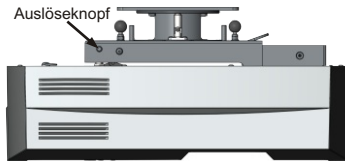
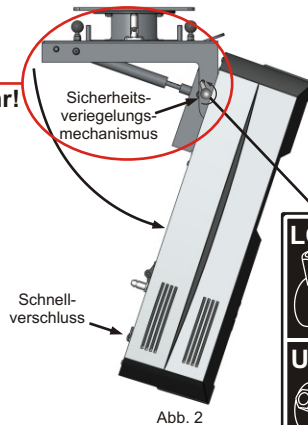

Abb. 1
Abb. 2
2. Den Auslöseknopf drücken und das Gerät nach unten klappen. (siehe Abb. 1 und Abb. 2)
3. Den Schnellverschluss drehen und die Lampenabdeckung hochklappen. (siehe Abb. 2)
5. Um das Gerät wieder Hochklappen zu können, muss der Sicherheitsverriegelungsmechanismus rausgezogen und gegen den Uhrzeigersinn gedreht werden (siehe Abb. 2)